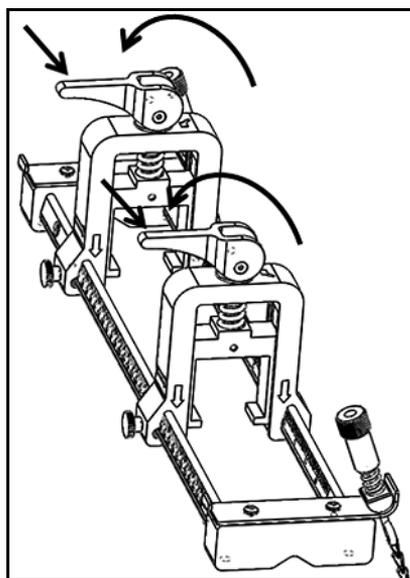

Figure 22 : Cames déverrouillées
7. Déverrouillez les cames des deux pinces de transducteur pour pousser les transducteurs vers le tuyau et faire en sorte que le milieu de couplage remplisse complètement les écarts entre les faces des transducteurs et la surface du tuyau (voir la *Figure 22* ci-dessous).